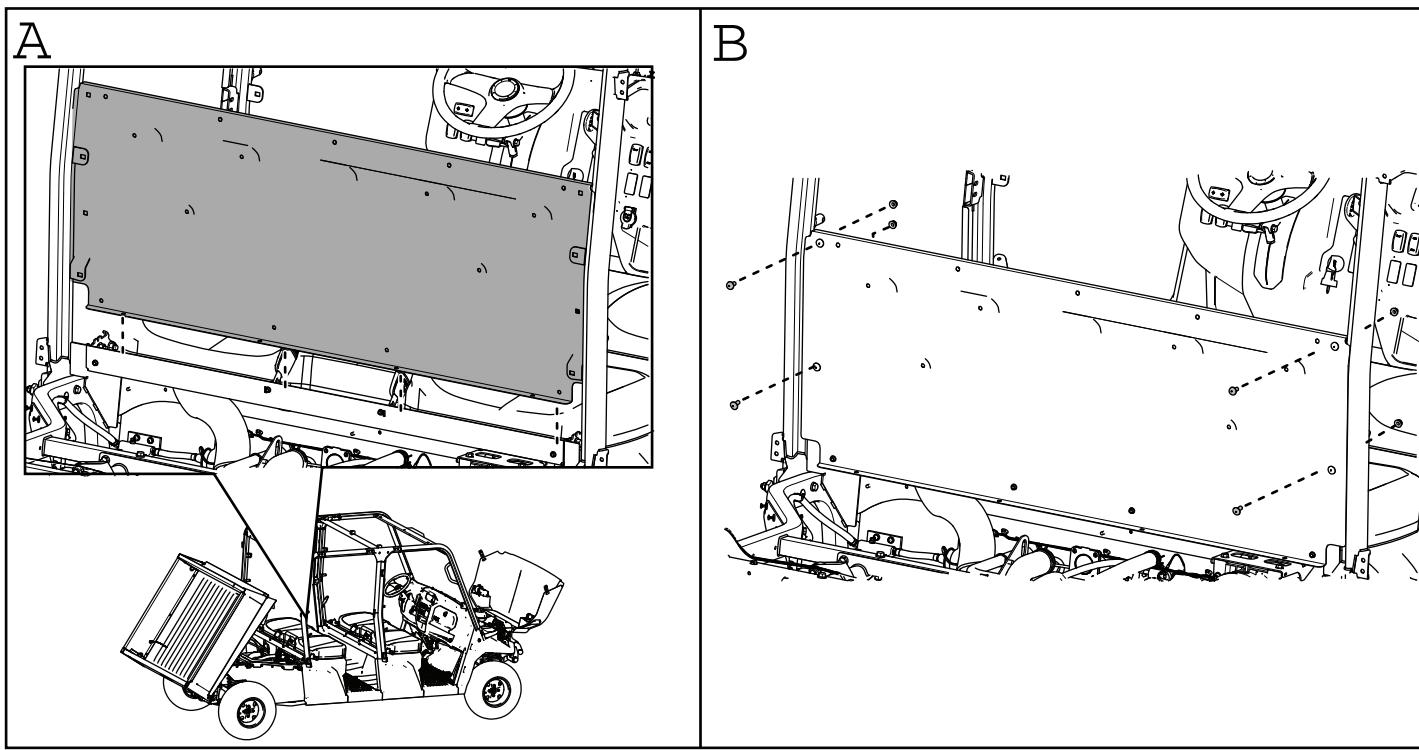

**Figura 50**
17. Sujete el travesaño trasero a los conjuntos traseros de la barra antivuelco con 4 pernos de cuello cuadrado ( $5/16$ " x  $\frac{3}{4}$ ") y 4 contratuercas ( $5/16"), como se muestra en la Figura 50.$
Asegúrese de colocar el travesaño como se muestra en la Figura 50.